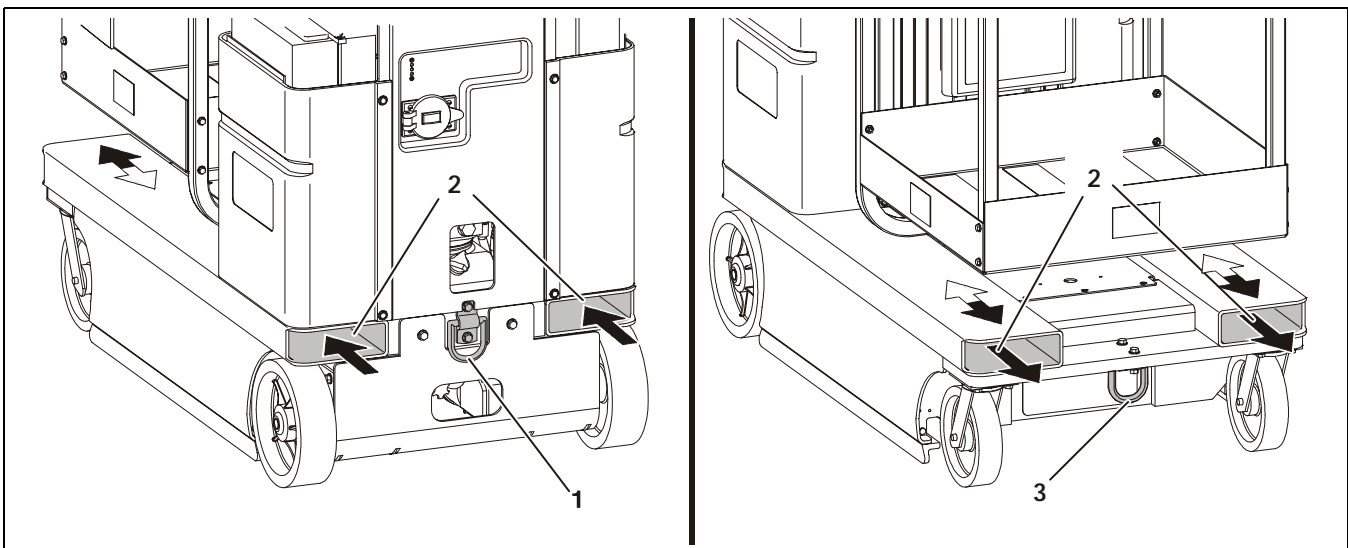

Figura 3-11. Posizioni delle rientranze per il carrello elevatore a forche e della barra di bloccaggio della macchina.
1. Fissare la macchina con una catena adeguata, fissata mediante gli anelli di bloccaggio situati sulla parte anteriore e posteriore della macchina (vedi Figura 3-11.).
Tutti gli apparecchi di sollevamento modello DVL e DVSP sono dotati di ampie rientranze per il carrello a forche, che attraversano il telaio della base (vedi Figura 3-11.). Questo consente di trasportare la macchina nell'area di lavoro o di sollevarla ad un livello superiore mediante un carrello a forche standard.